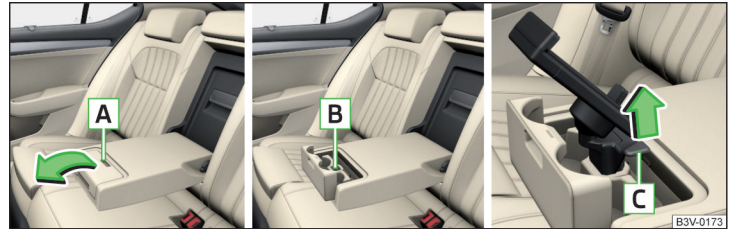

Abb. 124 Ablagefach öffnen / Raum für Halter / Halter ausbauen
- Den Ablagefachdeckel an der Aussparung **A** fassen » Abb. 124.
- An der Sicherungslasche **C** in Pfeilrichtung ziehen » Abb. 124.